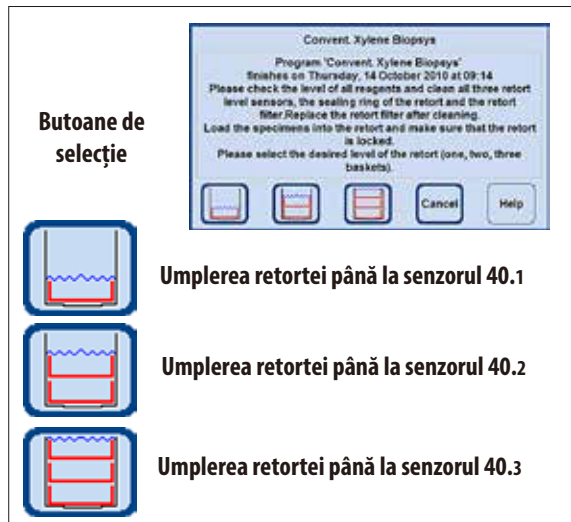

Fig. 31
#### Senzori de nivel (la stânga în Fig. 31)
În funcție de numărul de coșuri cu care este încărcată retorta, volumul de umplere poate fi selectat în caseta de dialog prin apăsarea butonului corespunzător (Fig. 31).
- În acest scop, există trei senzori de nivel (40.1 - 40.3) (Fig. 31) situați în spatele capacului (40) din capacul din spate al retortei.